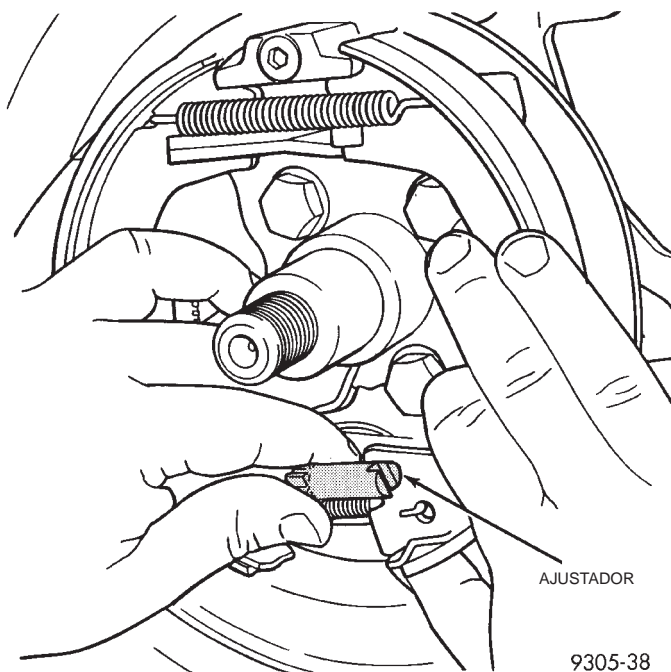

Fig. 161 Conjunto del ajustador de zapata de freno de estacionamiento
(8) Retire el conjunto del ajustador de los conjuntos de zapatas del freno de estacionamiento (Fig. 161).
(5) Instale el conjunto del ajustador de la zapata de freno con la rueda estrellada hacia atrás (Fig. 161).